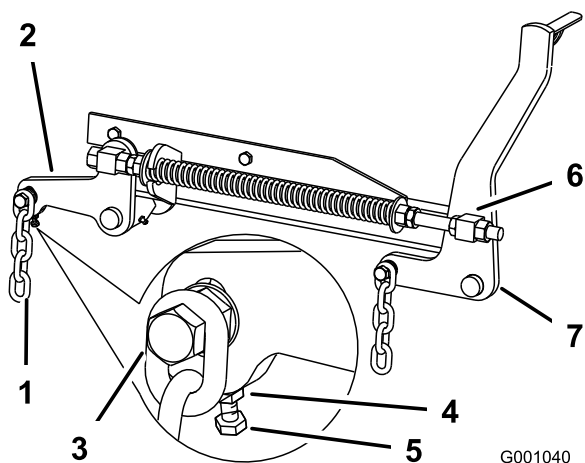

Figura 112
7. Si las medidas realizadas en las posiciones **B** o **C** no son correctas, afloje el perno que fija la cadena trasera al brazo de soporte trasero (Figura 112).
8. Afloje la contratuerca situada debajo del brazo de soporte trasero y ajuste el perno de ajuste hasta obtener una medida de 80 a 83 mm; consulte Figura 112.
7. Afloje las contratuercas de pivote delantero, en la parte delantera de los pivotes derecho e izquierdo, unos 13 mm (Figura 112).
8. Ajuste las tuercas de elevación en el lado izquierdo y derecho de la máquina hasta obtener una distancia de 6 a 10 mm menos en la parte delantera en **A** que en la parte trasera, en **B** (Figura 112).